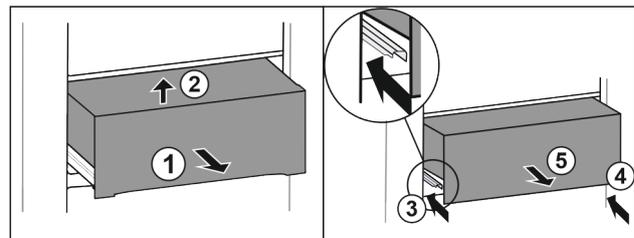

Fig. 36
- Schubfach halb herausziehen Fig. 36 (1).
- Vorne anheben Fig. 36 (2).
- Linke Schiene einschieben Fig. 36 (3).
- Rechte Schiene einschieben Fig. 36 (4).
- Schubfach nach vorne entnehmen Fig. 36 (5).